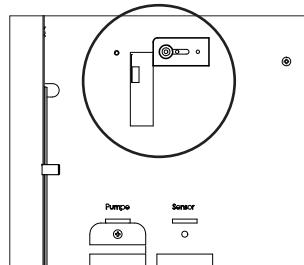

Fig. 6: Øvre dekselplate i opprinnelig posisjon
2. Løsne skruen oppå beskyttelsesplaten ved mikrobryteren. Skyv platen til venstre for å dekke mikrobryteren og trekk til skruen igjen (fig. 6 og 7).